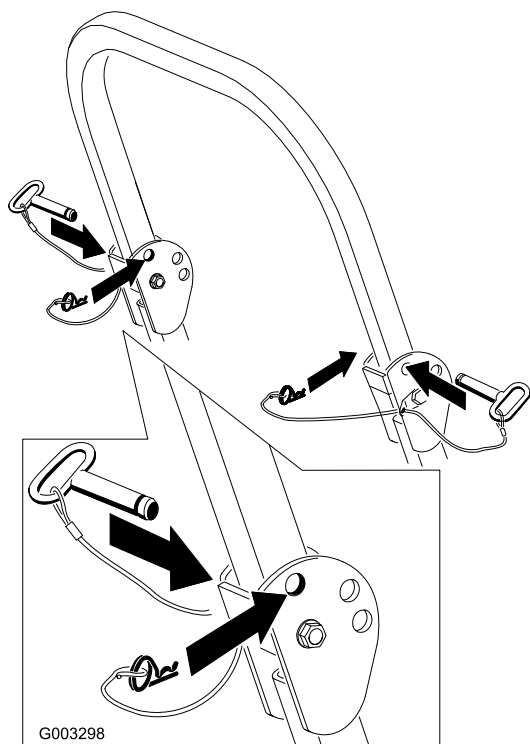

Figure 7
1. Pour abaisser l'arceau de sécurité, retirez les goupilles fendues puis les deux axes (Figure 7).
3. Posez les deux axes et fixez-les avec les goupilles fendues (Figure 7).
4. Pour relever l'arceau de sécurité, retirez les goupilles fendues puis les deux axes (Figure 7).
5. Relevez complètement l'arceau de sécurité puis insérez les deux axes et fixez ces derniers avec les goupilles fendues (Figure 7).